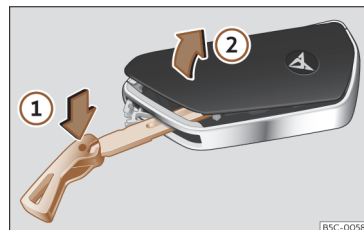

Fig. 80 Chave do veículo: abrir a tampa do compartimento da pilha.
- Introduza o palhetão na ranhura >>> Fig. 80, pressione no sentido da seta ① e solte a tampa fazendo alavanca ②.